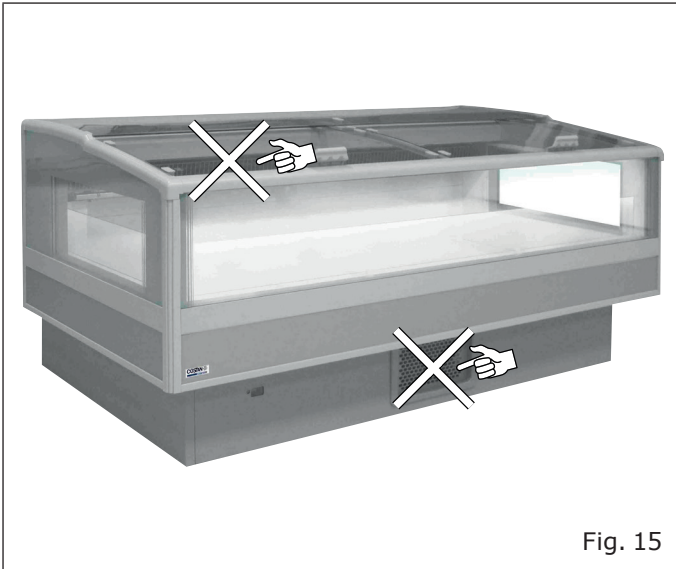

Fig. 15
- La mercancía no obstruya el correcto flujo de aire refrigerado ("Fig. 15").